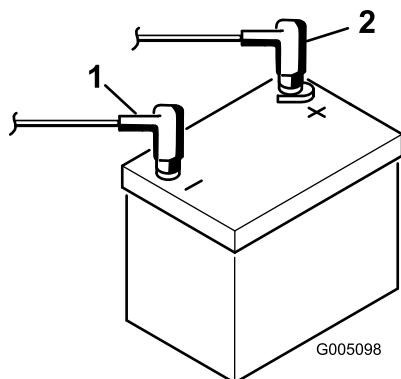

図 7
8. 赤いプラスケーブルをバッテリーのプラス端子に、黒いマイナスケーブルはバッテリーのマイナス端子にはめ、ボルトとナットで固定する 図 7。ショート防止のために端子にゴムキャップをかぶせる。